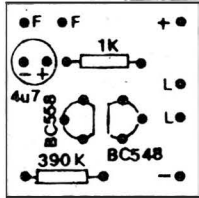

Fig. 4
- FIG. 4 - CHAPEADO DA MONTAGEM -